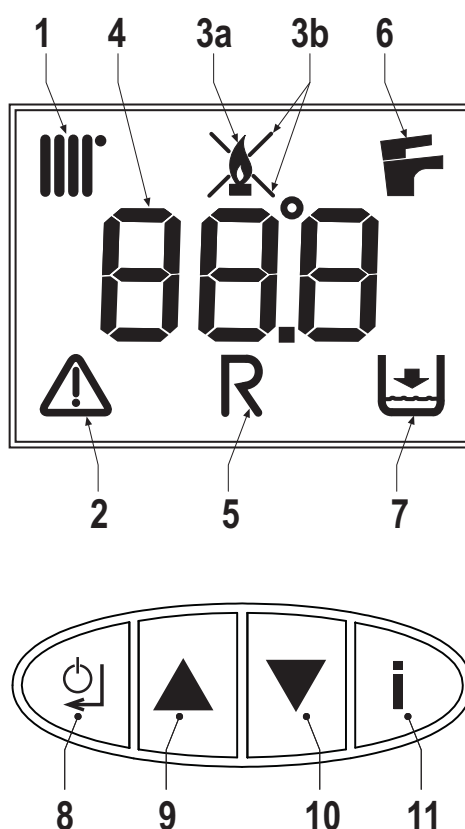

fig. 1 - Panel de mando
La demanda de calefacción, generada por el contacto de demanda, el termostato de ambiente o el cronomando remoto, se indica con el símbolo del radiador (1 - fig. 1).
La pantalla multifunción (4 - fig. 1) muestra la temperatura del sensor de calefacción y, durante el tiempo de espera correspondiente, la indicación "d2".
La demanda de agua caliente sanitaria, generada por una extracción, se indica con el símbolo del grifo (6 - fig. 1).
La pantalla multifunción (4 - fig. 1) muestra la temperatura del sensor del ACS y, durante el tiempo de espera correspondiente, la indicación "d1".
Pulse la tecla on/off (A - fig. 1) durante 5 segundos.
Cuando el dispositivo se apaga, la tarjeta electrónica aún tiene tensión. Se desactivan la producción de agua sanitaria y la calefacción. El sistema antihielo permanece operativo. Para reactivar el dispositivo, pulse otra vez la tecla on/off (A - fig. 1) durante 5 segundos.
Para acceder al menú de la configuración de usuario, pulse la tecla Info (11 - fig. 1).
Pulse la tecla Info (11 - fig. 1) hasta que aparezca el parámetro **u01** del menú de configuración de usuario.
Pulse la tecla Envío (8 - fig. 1): se visualiza el valor actual del parámetro **u01**.
Utilice las teclas (9 y 10 - fig. 1) para regular la temperatura desde un mínimo de 30 °C hasta un máximo de 85 °C.
Pulse la tecla Envío (8 - fig. 1) para confirmar el ajuste.
Luego, pulse la tecla Info (11 - fig. 1) hasta salir del menú.
Pulse la tecla Info (11 - fig. 1) hasta que aparezca el parámetro **u02** del menú de configuración de usuario.
Pulse la tecla Envío (8 - fig. 1): se visualiza el valor actual del parámetro **u02**.
Utilice las teclas (9 y 10 - fig. 1) para regular la temperatura desde un mínimo de 10 °C hasta un máximo de 65 °C.
Pulse la tecla Info (11 - fig. 1) hasta que aparezca el parámetro **u03** del menú de configuración de usuario.
Pulse la tecla Envío (8 - fig. 1): se visualiza el valor actual del parámetro **u03**.
Utilice las teclas (9 y 10 - fig. 1) para seleccionar el modo Verano (0) o Invierno (1).
Pulse la tecla Info (11 - fig. 1) hasta que aparezca el parámetro **u04** del menú de configuración de usuario.
Pulse la tecla Envío (8 - fig. 1): se visualiza el valor actual del parámetro **u04**.
Utilice las teclas (9 y 10 - fig. 1) para seleccionar el modo Economy (0) o Comfort (1).
Luego, pulse la tecla Info (11 - fig. 1) para salir del menú.
Pulse la tecla Info (11 - fig. 1) hasta que aparezca el parámetro **u05** del menú de configuración de usuario.
Pulse la tecla Envío (8 - fig. 1): se visualiza el escalón actual de potencia máxima.
Utilice las teclas (9 y 10 - fig. 1) para variar la potencia máxima entre 1 (escalón mínimo) y 5 (escalón máximo).
Pulse la tecla Info (11 - fig. 1) hasta que aparezca el parámetro **u06** del menú de configuración de usuario.
Pulse la tecla Envío (8 - fig. 1): se visualiza el valor actual del parámetro **u06**.
Utilice las teclas (9 y 10 - fig. 1) para cambiar el modo de funcionamiento.
Pulse la tecla Info (11 - fig. 1) hasta que aparezca la indicación **u07** del menú de configuración de usuario.
Pulse la tecla Envío (8 - fig. 1): se visualizan la potencia actual del quemador (escalón) y el estado de la llama.